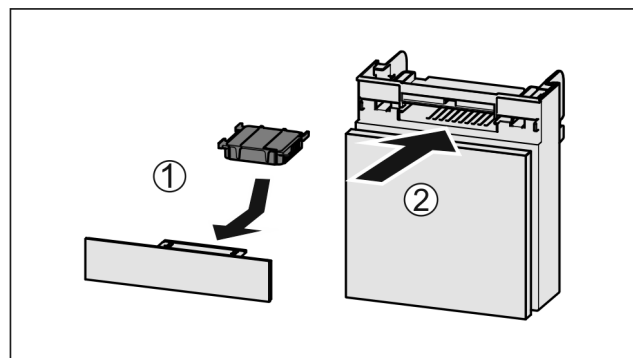

Fig. 186
- ▶ Sett inn Fig. 186 (1) aktivkullfilteret etter figuren.
- ▶ Skyv inn Fig. 186 (2) hyllen.